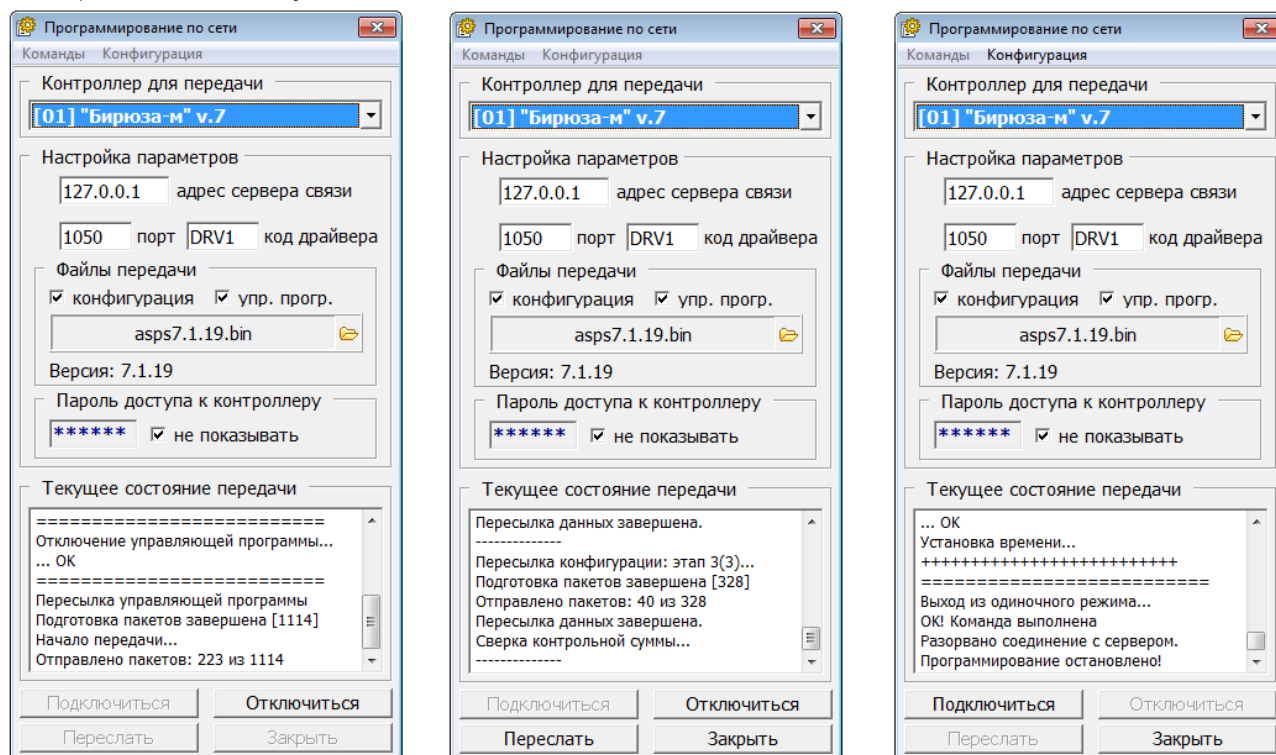

Рисунок 108. Программирование прибора по сети
- 7) Нажать кнопку «Переслать» и дождаться окончания сеанса программирования прибора – сообщения «ОК! Команда выполнена» (рисунок 108).